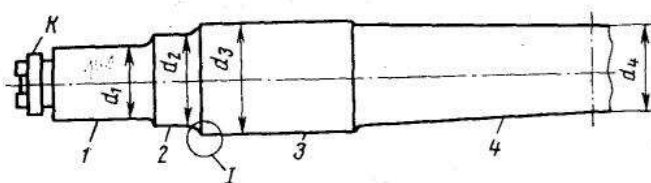

Рисунок 1 Ось колесной пары
2) По внешним признакам дайте определение конструкции оси колесной пары (рисунок 1)?